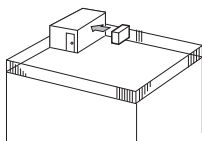

Fig. 2-4
① Oro išėjimo angą įtaisykite pakreipdami link artimiausios sienos, maždaug 35 cm atstumu nuo jos. (Fig. 2-4)